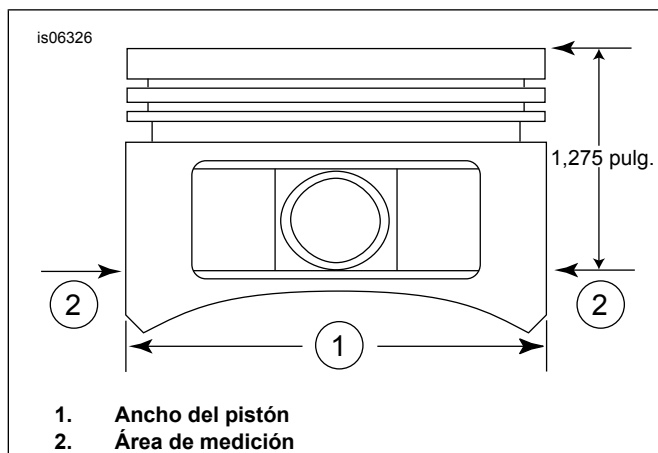

Figura 2. Medidas del pistón
5. Vea la Figura 2. Mida el ancho del pistón (1), a 90 grados en sentido horizontal desde ambos lados del agujero del pasador del pistón y 32,385 mm (1,275 pulg.) hacia abajo desde la superficie superior del pistón (2). Vea la Tabla 6 para saber cuál es el ajuste del pistón al cilindro en esta ubicación.